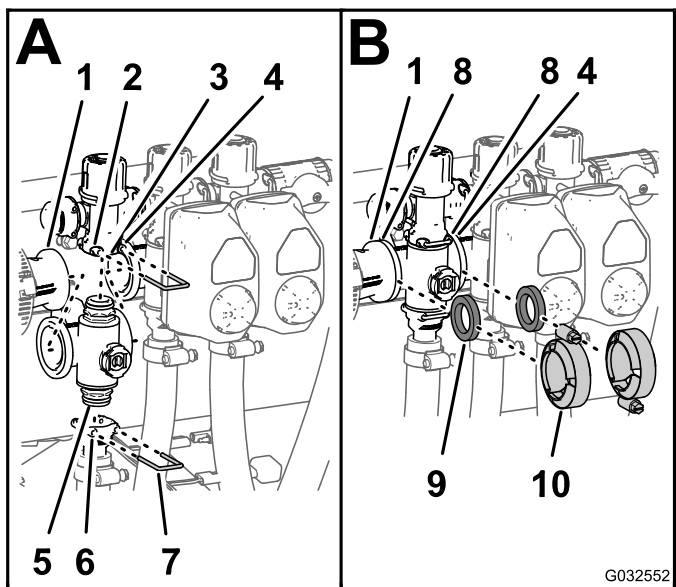

Figura 116
2. Prenda a união do tampão à união de derivação ao inserir uma fixação na entrada da união de derivação (Figura 116 A).
3. Monte a união de saída na união do tampão inferior da válvula do coletor (Figura 116 A).
4. Prenda a união do tampão à união de saída ao inserir uma fixação na entrada da união de saída (Figura 116 A)
5. Alinhe uma junta entre as flanges do acoplador de redução e do coletor da válvula de secção (Figura 116 B).
6. Monte o acoplador de redução, junta e coletor da válvula de secção com uma braçadeira bem apertada à mão (Figura 116 B).
7. Se instalar as 2 válvulas de secção mais à esquerda, alinhe uma junta entre as flanges dos 2 coletores da válvula de secção adjacentes (Figura 116 B).
1. Insira a união do tampão superior da válvula do coletor na união de derivação (Figura 116 A).